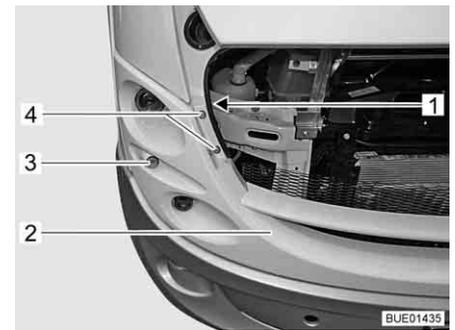

Fig. 291 Bloc avant en plastique avec lampes
- Desserrer et retirer la vis (Fig. 291,1) et sa rondelle.
- Tirer le bloc avant en plastique (Fig. 291,2) avec précaution vers l'avant par le côté jusqu'à ce que le boîtier de la lampe soit accessible.
- Retirer le boîtier du feu de position (Fig. 291,3) et l'ampoule.